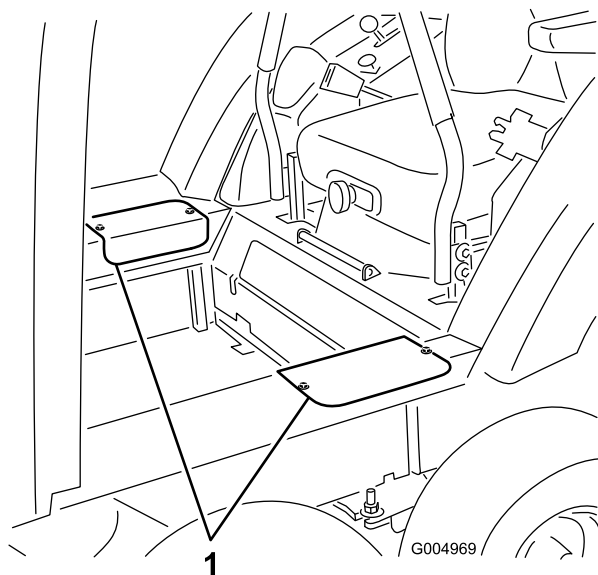

Figure 33
24. Posez les couvercles d'accès latéraux au moyen des vis retirées précédemment (Figure 33).